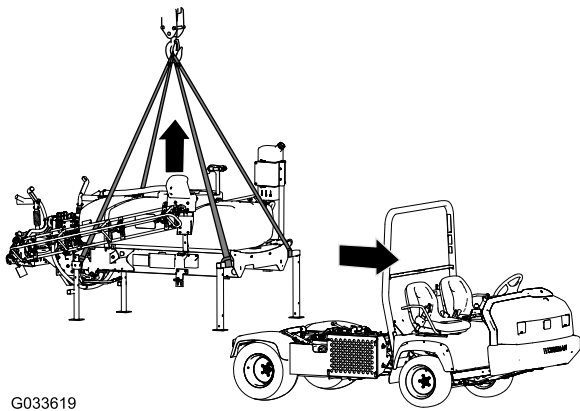

Figure 132
1. Abaissez les rampes à 45° environ et faites les pivoter en avant (Figure 132).
7. Levez le patin de la cuve à une hauteur suffisante pour éviter le patin de la machine (Figure 132).
5. Attachez le matériel de levage aux tubes horizontaux des jambes de support avant et le montant vertical aux jambes de support arrière (Figure 132).